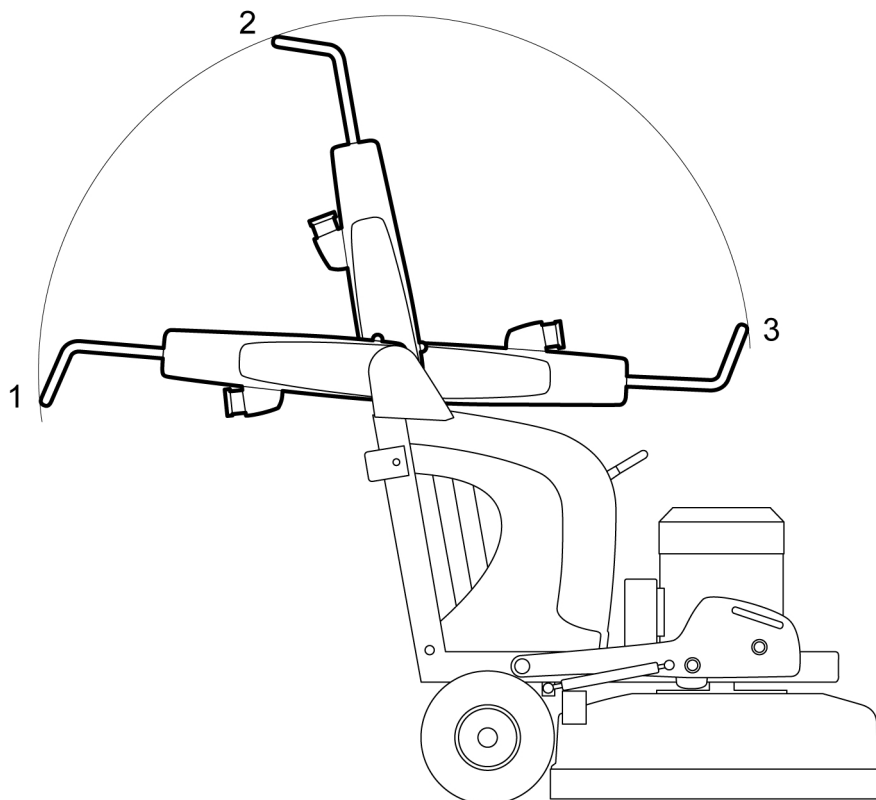

Figura 4-2. Posizioni dell'impugnatura
1. Sollevare l'impugnatura in posizione posteriore, vedere *Figura 4-2, pagina 14*.
4. Portare l'impugnatura in posizione di esercizio, vedere *Figura 4-2, pagina 14*.